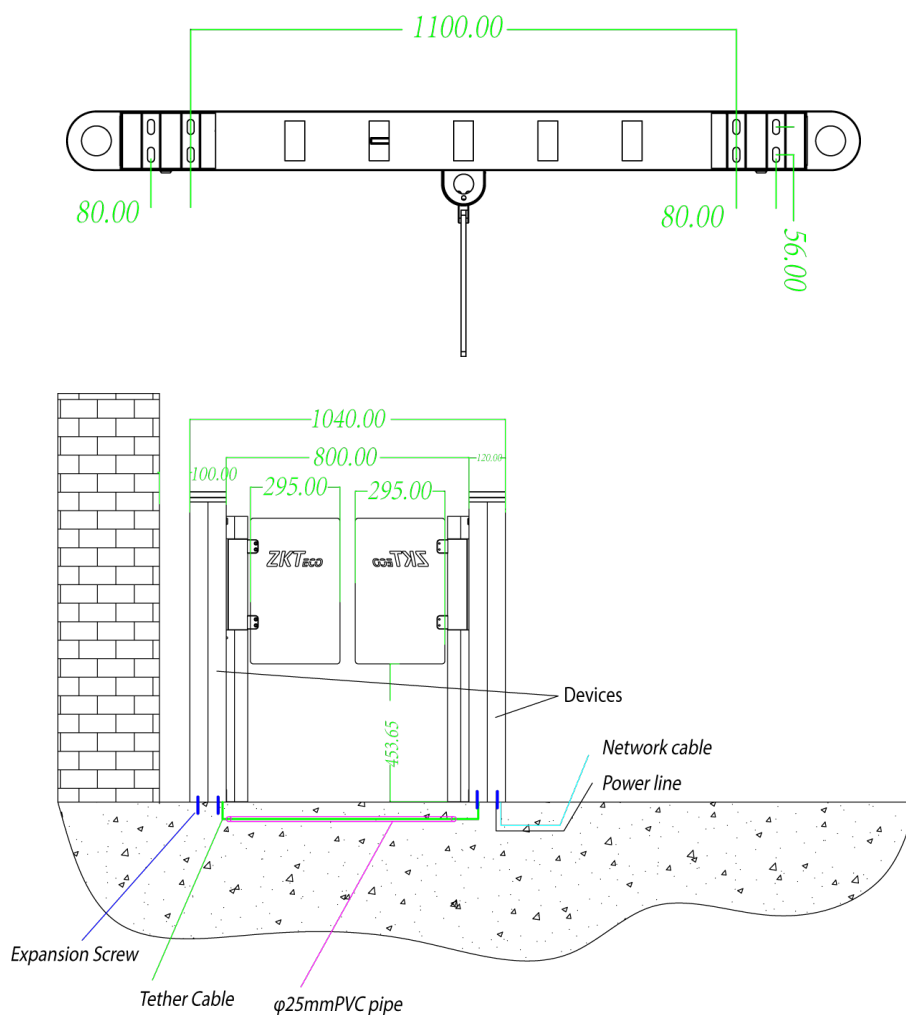

Figura 2-1
2. Perfore orificios después de determinar las posiciones de los orificios según la plantilla de montaje, como se muestra en la Figura 2-1. Inserte el perno de expansión en los orificios según corresponda.